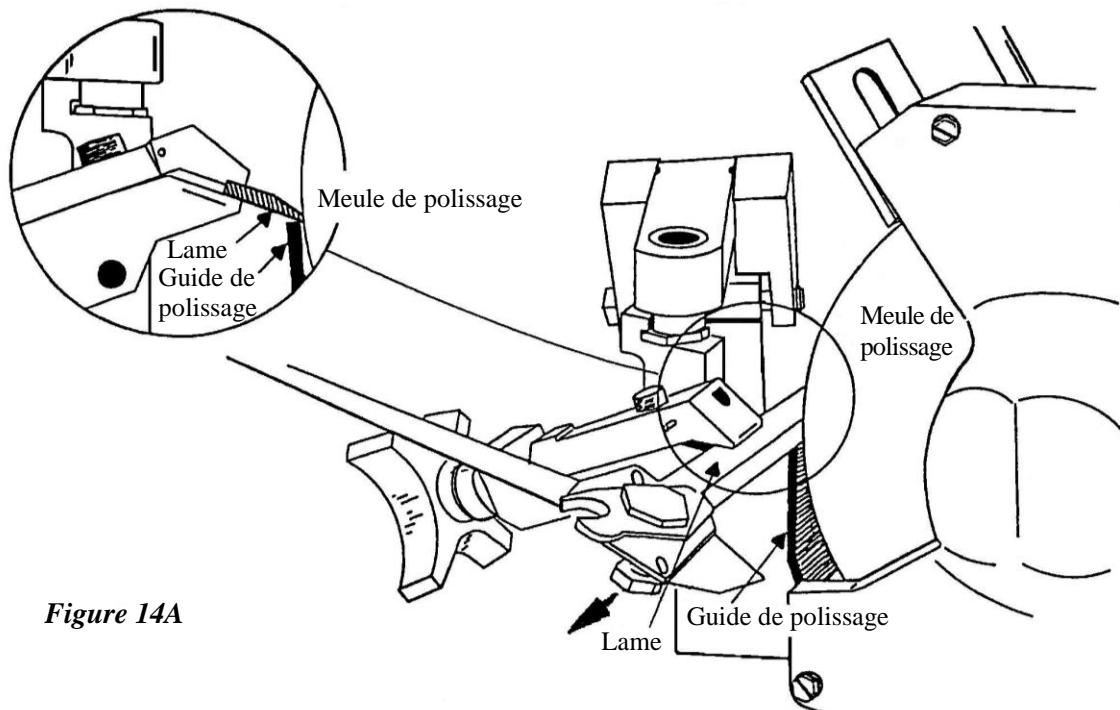

Figure 14A
8.4.7 Polissage de la lame (suite) (voir la figure 14A)
Étape 3 – Appuyez la lame contre le guide de polissage. Appuyez la lame contre la meule de polissage et faites-la glisser en travers de la meule de polissage, depuis le point de pivotement jusqu'à l'extrémité, en suivant la flèche de la figure 14A.